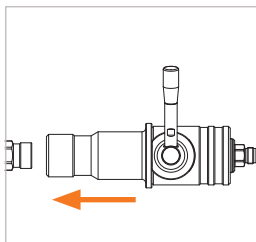

Figure 3
- ▶ Insérez le nozzle de ravitaillement dans le réceptacle du véhicule jusqu'en butée et maintenez le nozzle dans cette position (position OFF) (Figure 3).